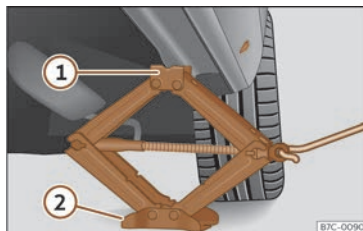

Abb. 244 Längsträger: Wagenheber ansetzen.
- Drehen Sie die Kurbel des unter dem Aufnahmepunkt des Längsträgers befindlichen Wagenhebers, bis sich die Nase ① >>> (Abb. 244) unter der vorgesehenen Einführung befindet.
- Richten Sie den Wagenheber so aus, dass sein Aufnahmehorn ① in die dafür vorgesehene Aufnahme am Längsträger „greift“ und die bewegliche Grundplatte ② plan auf dem Boden aufliegt. Die Bodenplatte ② muss sich dabei senkrecht unter dem Aufnahmepunkt ① befinden.